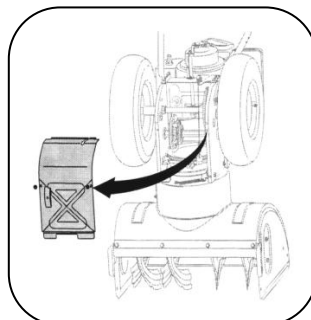

Рисунок 25
2. Аккуратно подайте снегоуборщик вверх и вперёд, чтобы он лег на корпус шнека. Снимите крышку рамы из-под снегоуборщика, удалив четыре самореза крепления крышки (рис. 25).